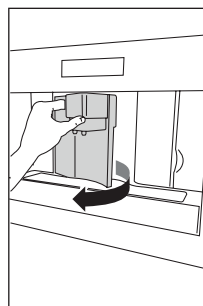
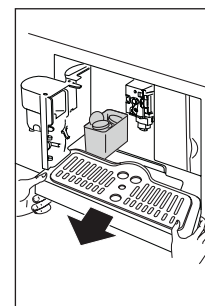

Fig. 23
Fig. 24
- ▶ Abra a porta de manutenção na parte da frente do aparelho (Fig. 23), extraia o tabuleiro de recolha de pingos (Fig. 24) e limpe.